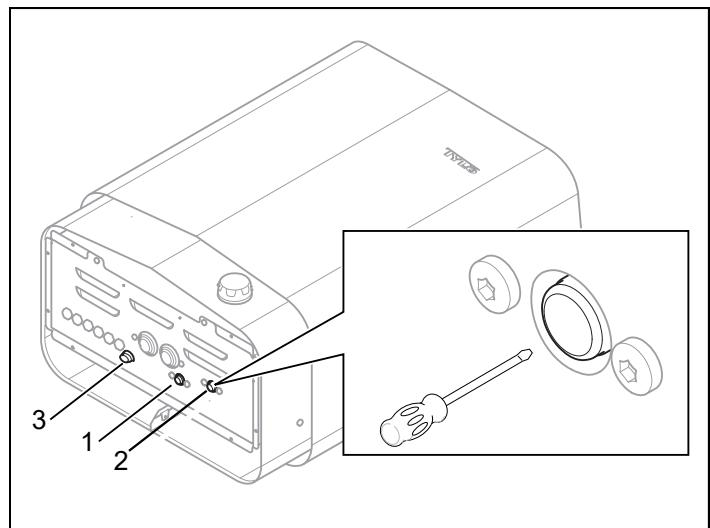

Рисунок 9: Сброс температурного выключателя
• **Резервуар для воды** - Температурный выключатель в резервуаре предназначен для защиты нагревательного элемента от выпаривания досуха. Под нагревателем расположена красная кнопка сброса, которая должна находиться в нажатом положении (см. Рис. 9). В случае срабатывания выключателя, кнопка зафиксируется в неподвижном положении и после перезапуска «отщелкнет». В случае если срабатывания выключателя не произошло, то после перезапуска кнопка будет пружинить.
• **Нагреватель** - Температурный выключатель в нагревателе предназначен для защиты компонентов, труб и деревянных конструкций в сауне от перегрева. Под нагревателем расположена красная кнопка сброса, которая должна находиться в нажатом положении (см. Рис. 9). В случае срабатывания выключателя, кнопка зафиксируется в неподвижном положении и после перезапуска «отщелкнет». В случае если срабатывания выключателя не произошло, то после перезапуска кнопка будет пружинить.